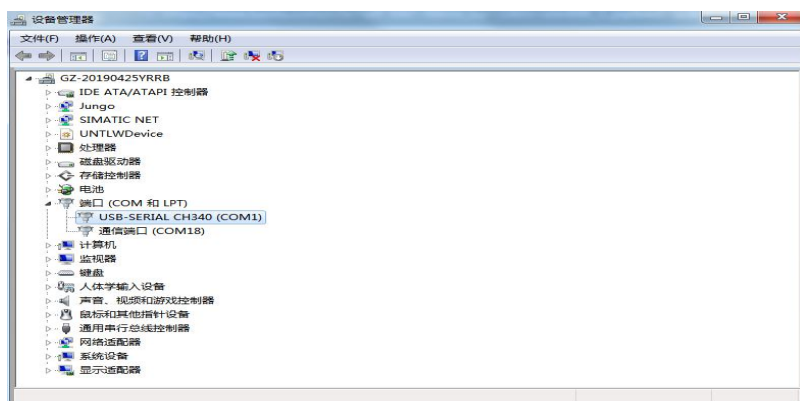

图 7.1.1 USB 转串口线连接
1) 将 USB 转 RS485 串口线连接电脑，并安装好相应的驱动，确保 Windows 已经识别到串口，并在设备管理器中能够找到串口号，如图 7.1.1 中 COM1：